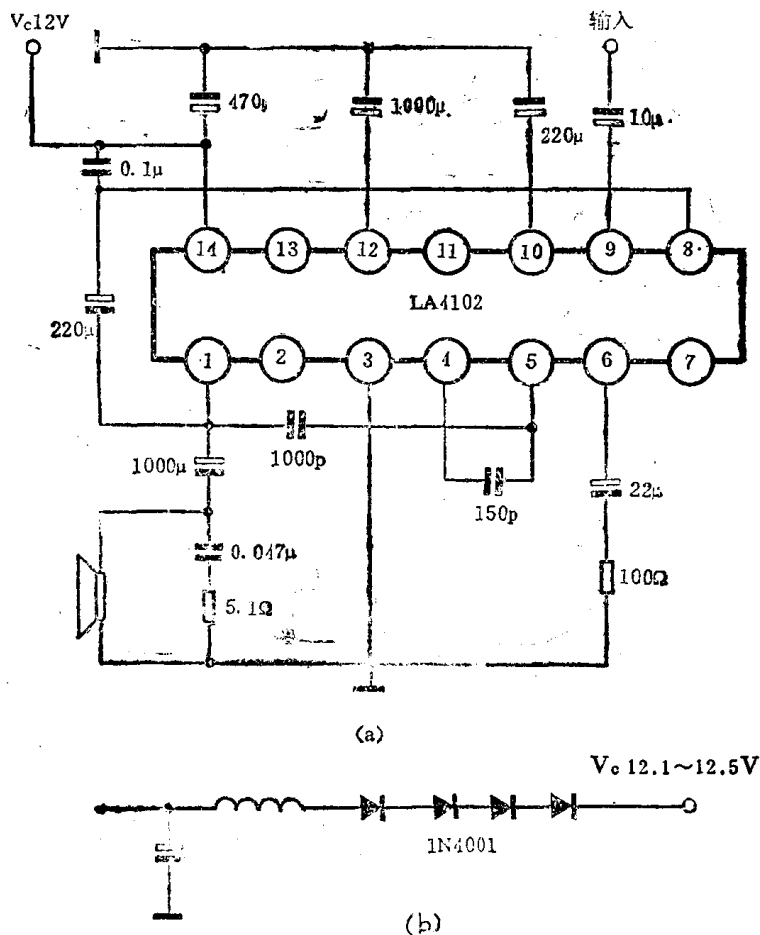

图1-2 LA4102电路的应用电原理图
例3 三洋牌M4100型收录机，不管有无信号输出，左路扬声器总有交流声，更换滤波电容也无济于事。后来试从左路音量电位器两端取出音频信号至扩音机放音时，发现交流声明显消失，这时就可判断故障出在功放级。该机功放由集成电路LA4102担任，其管脚接线如图1-2所示。检查LA4102集成电路内电路可知，当⑨脚输入电容、⑩脚和⑫脚上的滤波电容性能不良时很容易引起交流声。故试将此三只电容全部换新，但故障依然存在。后测量整流滤波后的电压，发现工作电压因电源电压经常偏高而达14.6伏，集成电路工作在超额定电压状态。为降低电压，在整流滤波后串接入三只到四只1N4001二极管，如图1-2所示，使供电电压降到12.1~12.5伏，这时整机工作正常，交流声明显减小。